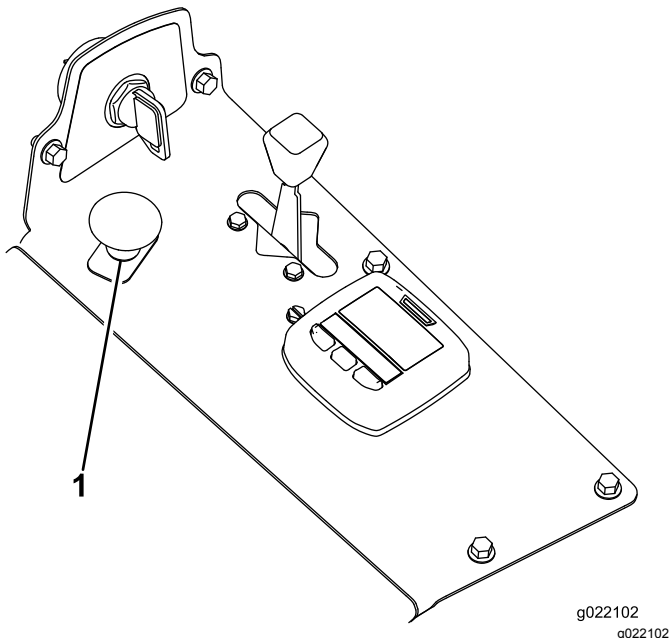

Figura 20
3. Innestate il interruttore della PDF alzandolo (Figura 20).